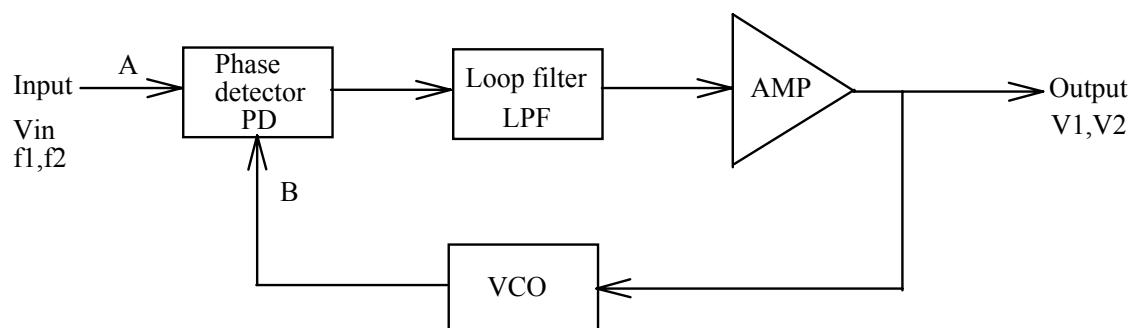

Fig. 14-1 PLL blok diyagramı.
Temel olarak, bir PLL üç ana yapıdan oluşur; Faz detektörü(PD), Çevrim filtresi(LF) ve Gerilim kontrollü osilatör(VCO). Fig. 14-1'de PLL blok diyagramı görülmektedir.
Fig. 14-1'de gösterilen PLL blok diyagramını düşünelim. Eğer V_{in} girişindeki frekans değişirse, bu ani değişim sonucunda A ve B arasında bir faz değişimi oluşur ve bunun sonucu olarak çıkıştaki DC seviyede bir değişim meydana gelir. Seviyedeki bu kayma, VCO çıkışındaki frekansı değiştirecek ve kilitlenme devam edecektir. Eğer PLL bir FSK demodülatörü olarak kullanılır ve girişe FSK işaretini uygulanırsa, f_1 ve f_2 giriş frekanslarına karşılık sırası ile V_1 ve V_2 çıkış gerilimleri meydana gelecektir. Böylelikle, giriş frekansındaki bir değişim çıkışta DC seviyede bir değişe me dönüşmektedir. PLL çıkışı, V_1 ve V_2 arasında bir referansa sahip gerilim karşılaştırıcısının girişine bağlandığı zaman, karşılaştırıcının çıkış işaretini dijital işaret ya da FSK demodüle edilmiş işaretettir.